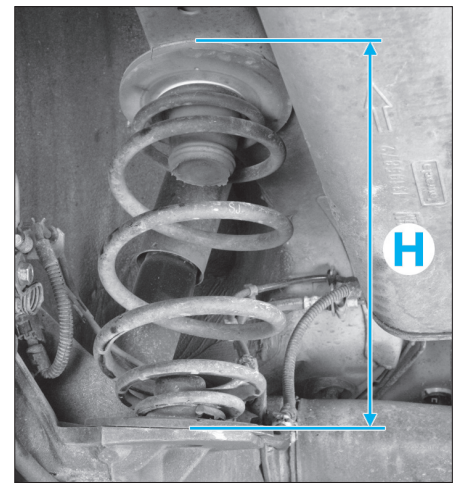

FIG. 15
- Lever les bras de suspension jusqu'à obtenir un espace de  $H = 173 \pm 10$  mm entre le logement du ressort sur le train et celui sur la caisse (fig. 15).